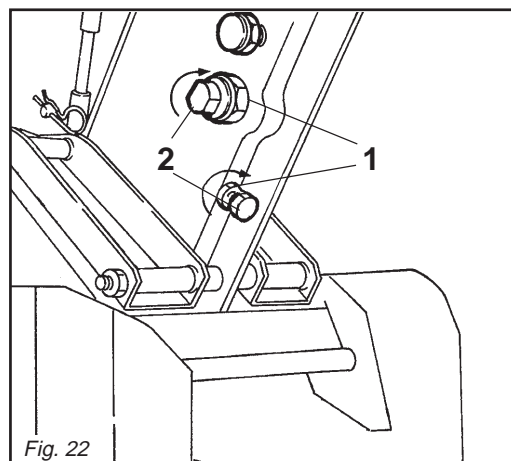

Fig. 22
- fermo (1 Fig. 22).
2 - Ruotare la vite di registro (2 Fig. 22) nel senso indicato dalla freccia.
- lock nut (1 Fig. 22).
2 - Rotate the adjustment screw (2 Fig. 22) in the direction indicated by the arrow.
- man die Befestigungsmutter (1 Fig. 22).
2 - Die Einstellschraube in Pfeilrichtung drehen (2 Fig. 22).
- l'écrou d'arrêt (1 Fig. 22).
2 - Tournez l'avis d'ajutage (2 Fig. 22) dans le sens indiqué par la flèche.